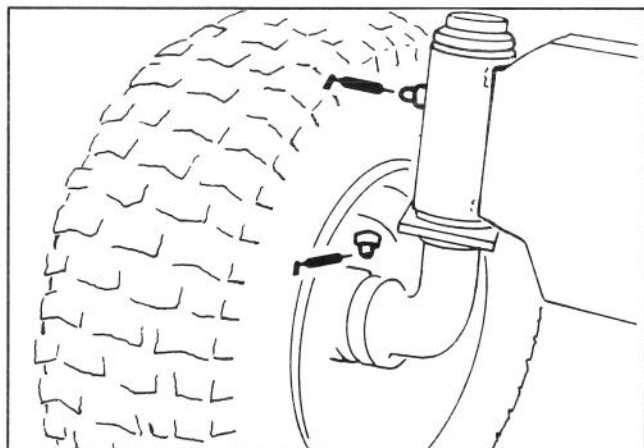

Fig. 5
2. Mettete in FOLLE la leva del cambio, ed inserite il controllo della lama in posizione DISINNESTO (Fig. 5).
1. Passate un panno pulito sugli ingrassatori dei perni e delle ruote (Fig. 5). Se vi fosse della vernice sul davanti degli ingrassatori, raschiatela via.
2. Lubrificate entrambi i perni dell'assale con grasso universale N.2 (Fig. 5). Continuate a pompare il grasso fin quando fuoriesce dal perno; asciugate il grasso eccedente.
3. Lubrificate entrambe le ruote anteriori con grasso universale N.2 (Fig. 5). Pompate l'ingrassatore a pressione circa quattro volte, ed asciugate il grasso eccedente.